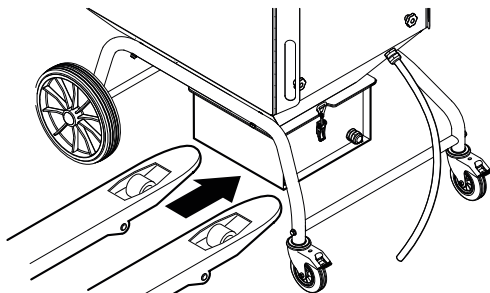

Fig. 21
1. Poussez un transpalette approprié sous le récepteur à poussières, voir la Fig. 21.